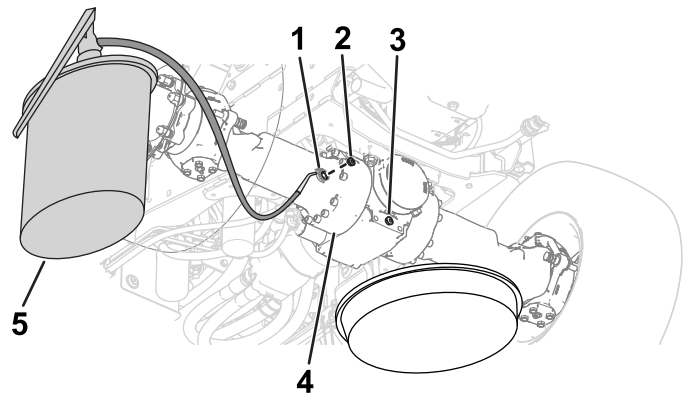
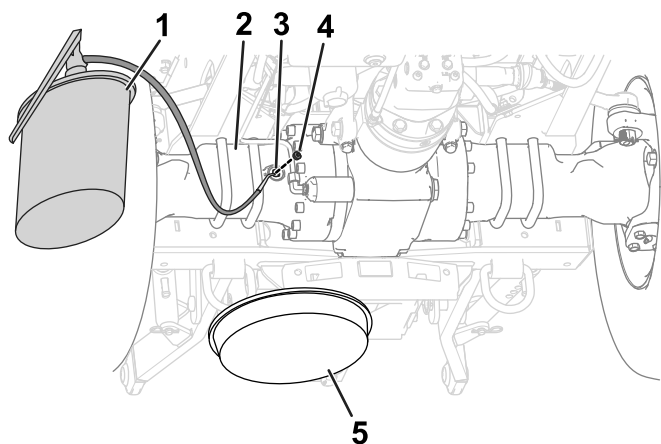

Figura 101
Figura 102
5. Instale los tapones de vaciado en los orificios de vaciado de los alojamientos de los diferenciales (Figura 101 y Figura 102).
6. Llene los ejes con el aceite especificado a través de la mirilla hasta que el aceite llegue a las roscas de la parte inferior del orificio (Figura 101 y Figura 102).
8. Instale los tapones de llenado en las mirillas de los alojamientos de los diferenciales de los ejes (Figura 101 y Figura 102).